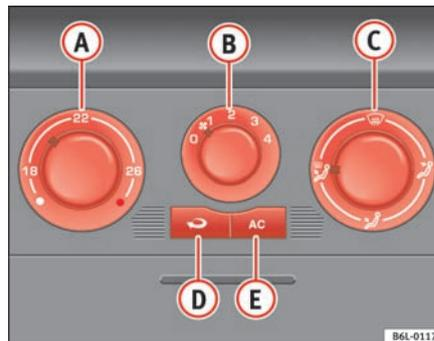

Fig. 94 Mandos del Aire Acondicionado en el tablero de instrumentos
- Desconecte el sistema de refrigeración con la tecla ⇒ fig. 94 [AC] (se apaga el testigo de la tecla).
Con la recirculación de aire en marcha \Rightarrow página 130, fig. 94  (se enciende un testigo en la tecla), se evita que los malos olores del exterior, por ejemplo, al atravesar un túnel o en un atasco, penetren en el habitáculo.